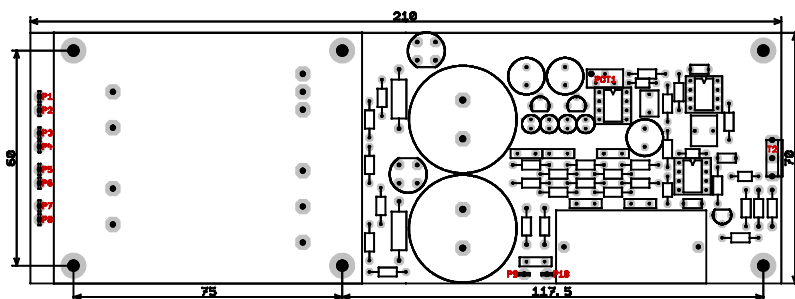

Abb. 1. Anschlüsse und Abmessungen der Module der Reihe OF-PSU.
(Länge × Breite × Höhe mit Distanzhülsen, siehe Abb. 1)
- Abstand der Befestigungslöcher (siehe Abb. 1): 75 + 117.5 × 60 mm²
Die Module der Reihe OF-PSU dürfen ausschließlich mit einem externen Kühlkörper betrieben werden. Vor der Inbetriebnahme müssen die Module mechanisch befestigt werden und die Leistungstransistoren (T2 in Abb. 1) müssen mit Hilfe des mitgelieferten Montagematerials an einen geeigneten Kühlkörper isoliert angebracht werden. Der Kühlkörper soll so dimensioniert werden, dass er bei einem eventuellen Kurzschluss auf dem Ausgang die maximale Verlustleistung des Leistungstransistors von etwa 60 W abstrahlen kann.
Nach dem Einschalten der Netzspannung kann der genaue Wert der Ausgangsspannung mit Hilfe des Potentiometers POT1 (siehe Abb. 1) eingestellt werden. Bei der Einstellung ist die Zeitkonstante der Referenz-
- ! **Vorsicht:** Die Manipulation mit dem Modul bei geöffnetem Gerätegehäuse darf nur von geschultem Personal durchgeführt werden. Die Einstellung der Ausgangsspannung (POT1 in Abb. 1) darf nur mit isoliertem Werkzeug erfolgen. An den Kondensatoren des Moduls kann noch einige Minuten nach dem Abschalten des Moduls hohe Spannung anliegen.